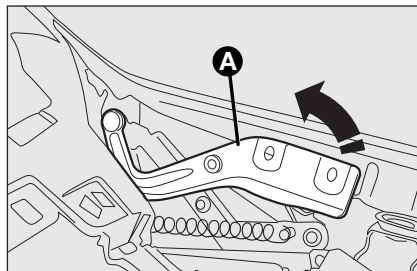

fig. 87
- ☐ plaats de steunstang van de motorkap **A-fig. 87** omhoog totdat hij hoorbaar vergrendelt;